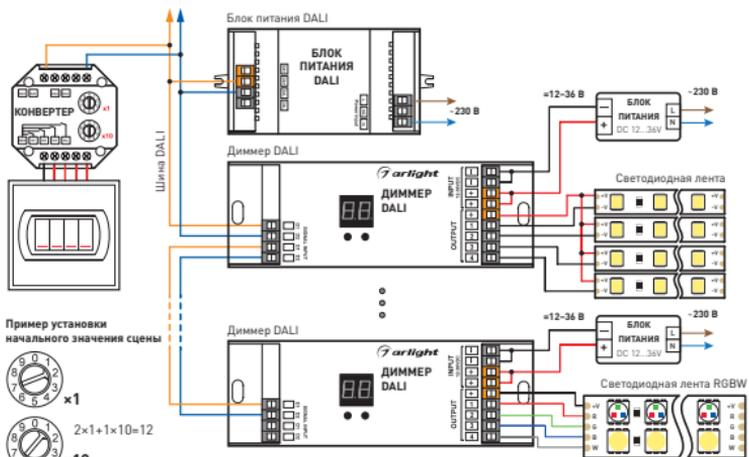

Рис. 1. Схема подключения конвертера
- 3.2. Подключите кнопочный выключатель с нормально разомкнутыми контактами к клеммам GND (общий провод всех кнопок) и K1, K2, K3, K4 (см. рис. 1).
- 3.4. Установите начальный номер сцены. Установка выполняется двумя переключателями на корпусе конвертера. Первым переключателем устанавливаются единицы, вторым — десятки. На рис. 1 показан пример установки числа 12. При такой установке кнопка 1 будет управлять сценой 12, кнопка 2 — 13, кнопка 3 — 14, кнопка 4 — 15. Максимально возможное количество адресов и устройств на одной шине DALI — 64. Максимально возможное количество сцен на одной шине DALI — 16.